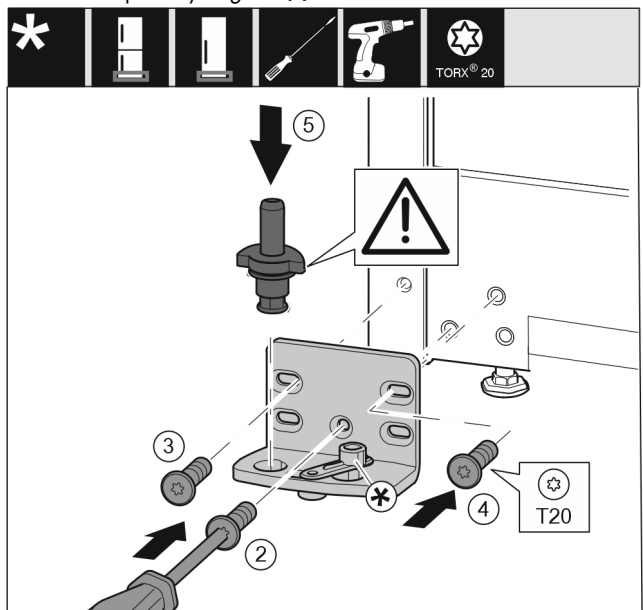

Fig. 17
- ▶ Установите опорный кронштейн с другой стороны и прикрутите с помощью отвертки T20. Начиная с винта 2 снизу в центре. *Fig. 17 (2)*
- ▶ Затяните винты 3 и 4. *Fig. 17 (3,4)*
- ▶ Установите опорный палец в сборе. При этом следите за тем, чтобы выступ фиксатора был направлен назад. *Fig. 17 (5)*